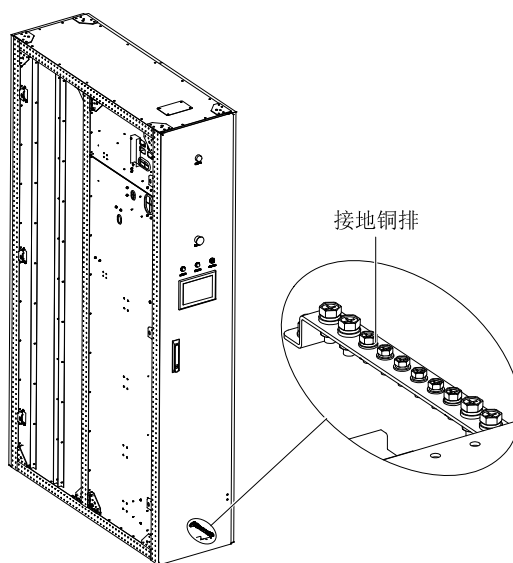
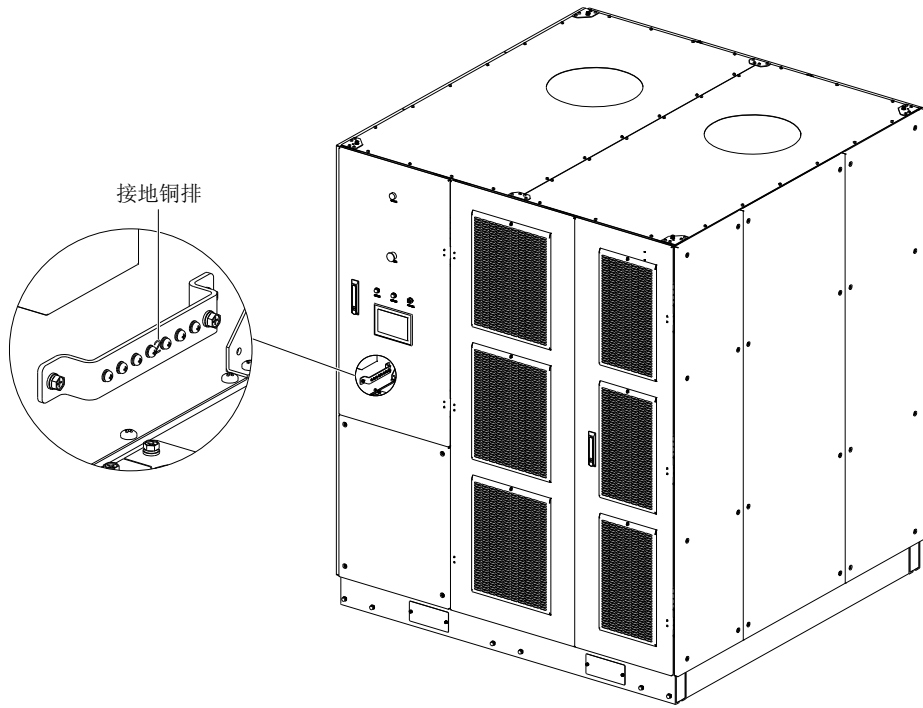
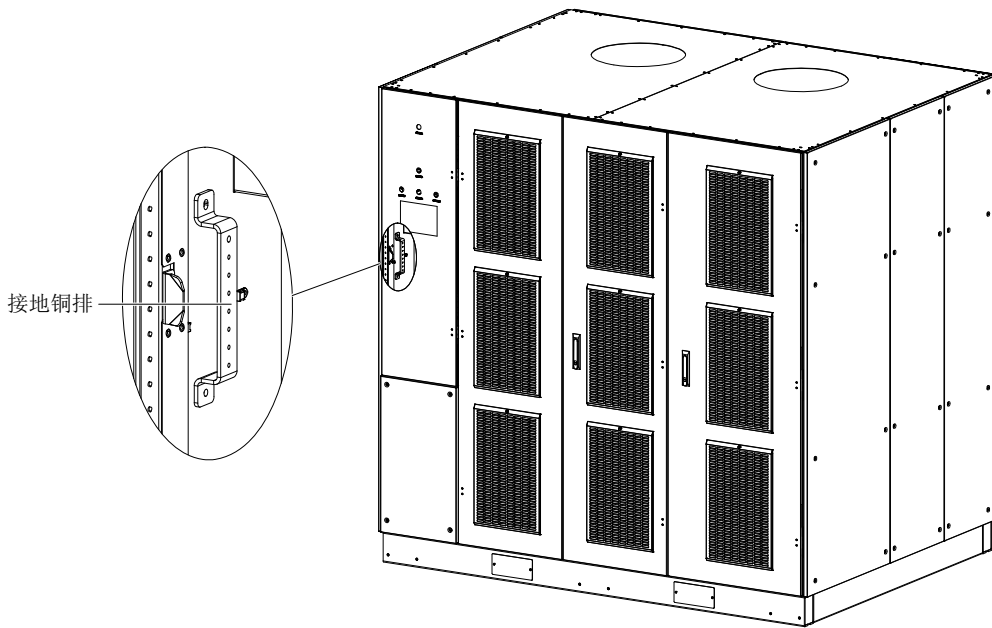

图3-10 典型变频器控制柜的接地铜排（左视图）
图3-11 一体化 6kV 变频器控制柜的接地铜排
图3-12 一体化 10kV 变频器控制柜的接地铜排
3. 自备黄绿色电缆（总截面积 $\geq 120\text{mm}^2$ ）将控制柜的接地铜排连接至用户侧的保护地。典型变频器控制柜的接地铜排位置见图 3-10；一体化 6kV 变频器控制柜的接地铜排位置见图 3-11；一体化 10kV 变频器控制柜的接地铜排位置见图 3-12。
4. 将控制柜的接地铜排（见图 3-10、3-11、3-12）连接至用户侧的保护地。
3. 将信号电缆的屏蔽层连接在控制柜的接地铜排上，其位置见图 3-10、3-11、3-12。